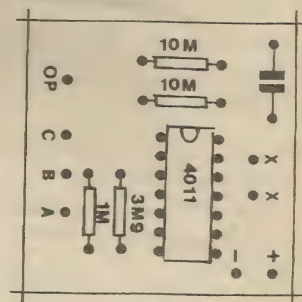

Fig.3
- FIG. 3 - **CHAFEADO DA MONTAGEM** - Agora vemos o lado oposto da plaquinha (não cobreado), já com todos os componentes devidamente posicionados (menos a cápsula piezo, a bateria e os contactos de toque/pressão...), identificados pelos seus códigos e valores... Observar que o integrado - sendo um componente *polarizado* - tem posição única e certa pra inserção, devendo sua extremidade marcada ficar voltada para o par de resistores de 10M. O capacitor, sendo único, não deixa dúvidas quanto ao seu posicionamento na placa... Quem tiver ainda dúvidas sobre a leitura do *código de cores* dos resistores, pode consultar o **TABELÃO APE**, para relembra (ou aprender...) o tema importante... Terminadas as soldagens, é bom conferir todas as posições e valores (fica fácil corrigir algum erro ou troca de posição, imediatamente após essa fase...), observando ainda se todos os pontos de solda (pela face cobreada...) ficaram bem feitos... Só então devem ser cortadas as sobras dos terminais, passando-se às conexões externas (detalhadas na próxima figura...) a serem feitas naquelas ilhas/furos periféricas, *desocupadas* e *codificadas*...